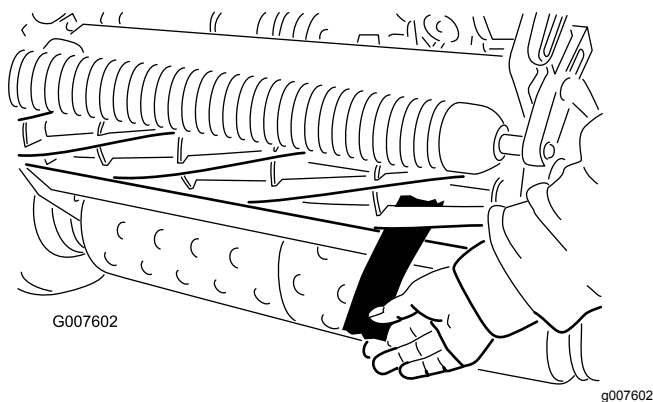

図 48
12. 切れ味確認用のペーパーを一枚、リールと下刃との間に、下刃に対して直角になるように差し入れて、カuttingユニットの切れ味をテストする 図 48。ゆっくりとリールを回転させるこれで紙が切れれば合格である。